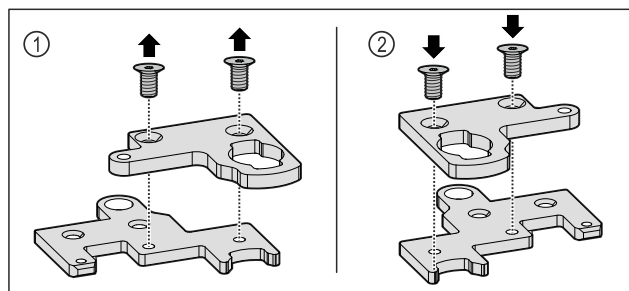

Fig. 35
- Rastavite dvodijelne kutne šarke. Fig. 35 (1)
- Ponovno sastavite dvodijelne kutne šarke okrenute za 180°. Fig. 35 (2)